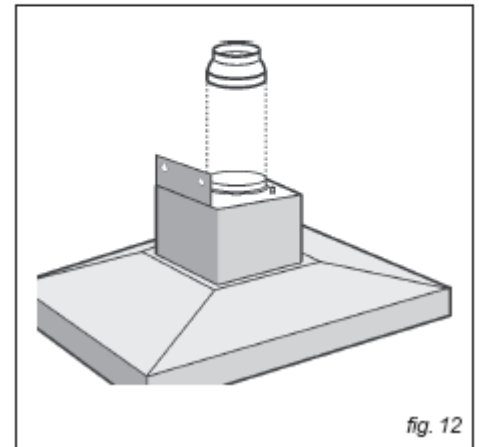

fig. 12
- Pegue no redutor e coloque da bucha de evacuação do ar com uma pressão ligeira (fig. 12).